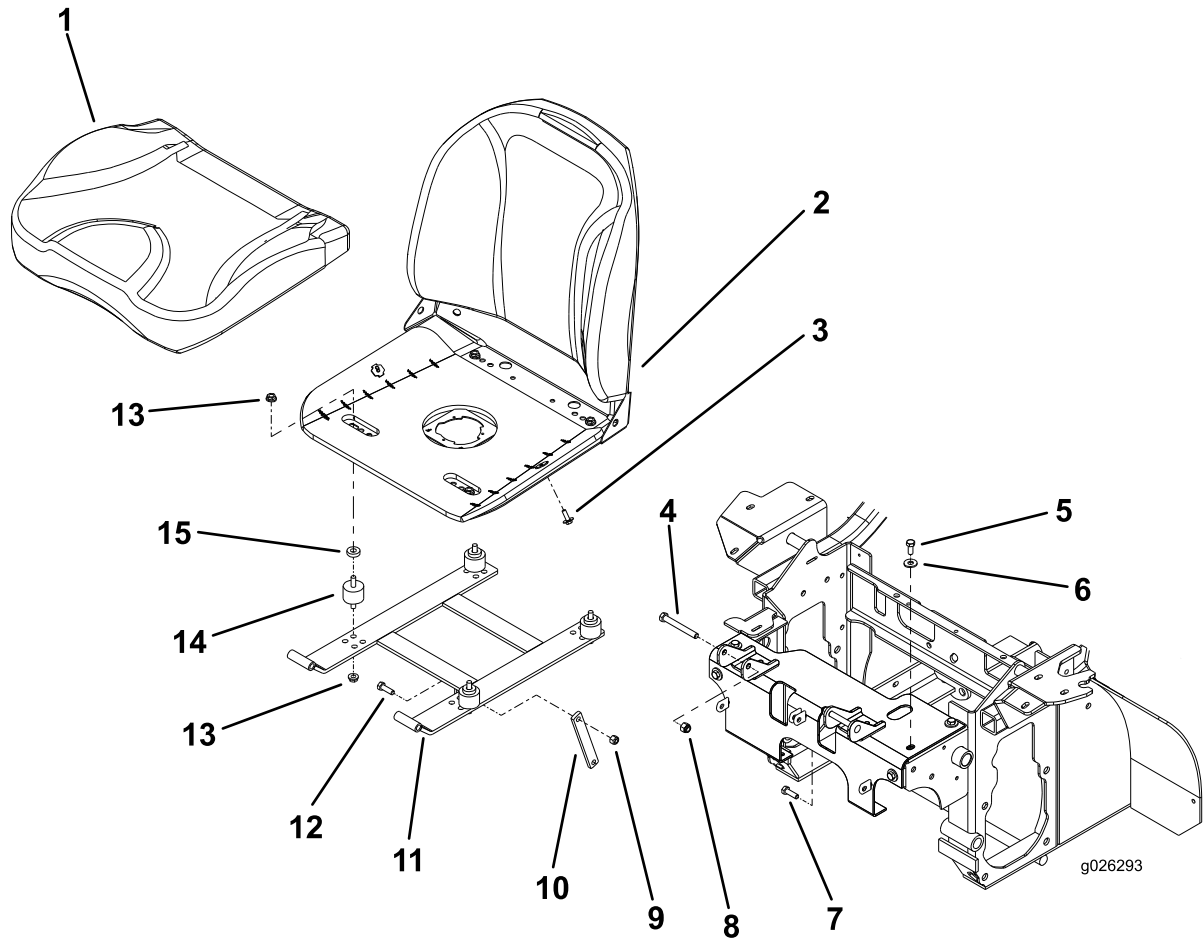

Figura 6
2. Retire las fijaciones del acoplamiento de sujeción del asiento (Figura 6).
5. Retire el conjunto del asiento y el bastidor de la máquina (Figura 6).
6. Desmonte el cojín del asiento retirando los tornillos de cabeza hexagonal (5/16" x 1") del bastidor (Figura 6).
7. Desmonte los soportes antivibratorios de goma retirando las tuercas con arandela prensada dentada (5/16"), como se muestra en la Figura 6.
5. Instale el cojín del asiento inferior (Figura 6).
2. Afloje los 5 tornillos de cabeza hexagonal (5/16" x 5/8") que sujetan la chapa del asiento al bastidor de la máquina (3 arriba, 2 delante), como se muestra en la Figura 6.